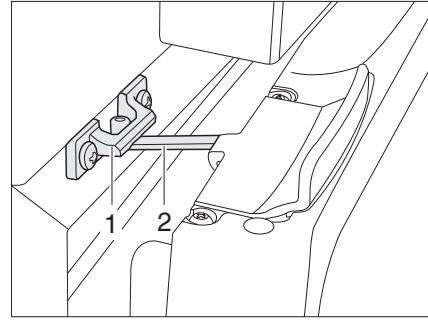

Fig. 213 Puerta del frigorífico en posición de ventilación (Thetford)
■ Abrir el bloqueo (Fig. 213,2) y engatillarlo en el alojamiento del bloqueo (Fig. 213,1). De este modo, la puerta del frigorífico quedará ligeramente abierta.